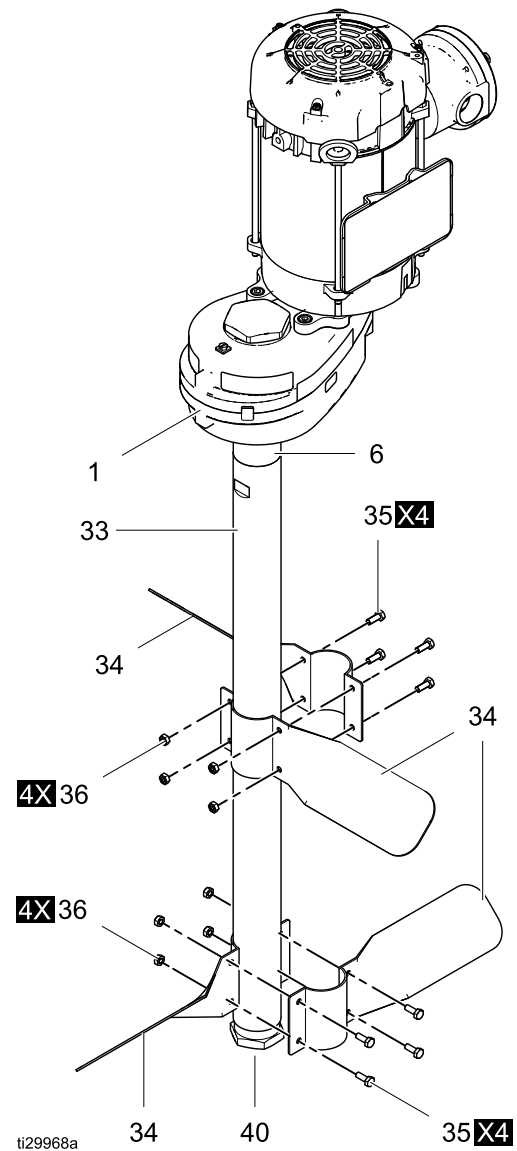

Figure 2 Rührwerkswelle und Flügel
1. Die Rührwerkswelle (33) installieren, indem sie in den Stutzen (6) auf dem unteren Getriebegehäuse (1) gedreht wird. Siehe Abbildung 2.
5. Ein Paar Rührflügel (34) so montieren, dass die vier Löcher in den Flügelhälften ausgerichtet sind.
6. Vier Kopfschrauben (35) durch die vier Durchgangslöcher in den Flügeln drücken und die vier Feststellmutter (36) auf die Kopfschrauben aufdrehen.
10. Den zweiten Flügelsatz in der Nähe des unteren Endes der Welle, jedoch nicht am Bodenstopfen (40) positionieren.